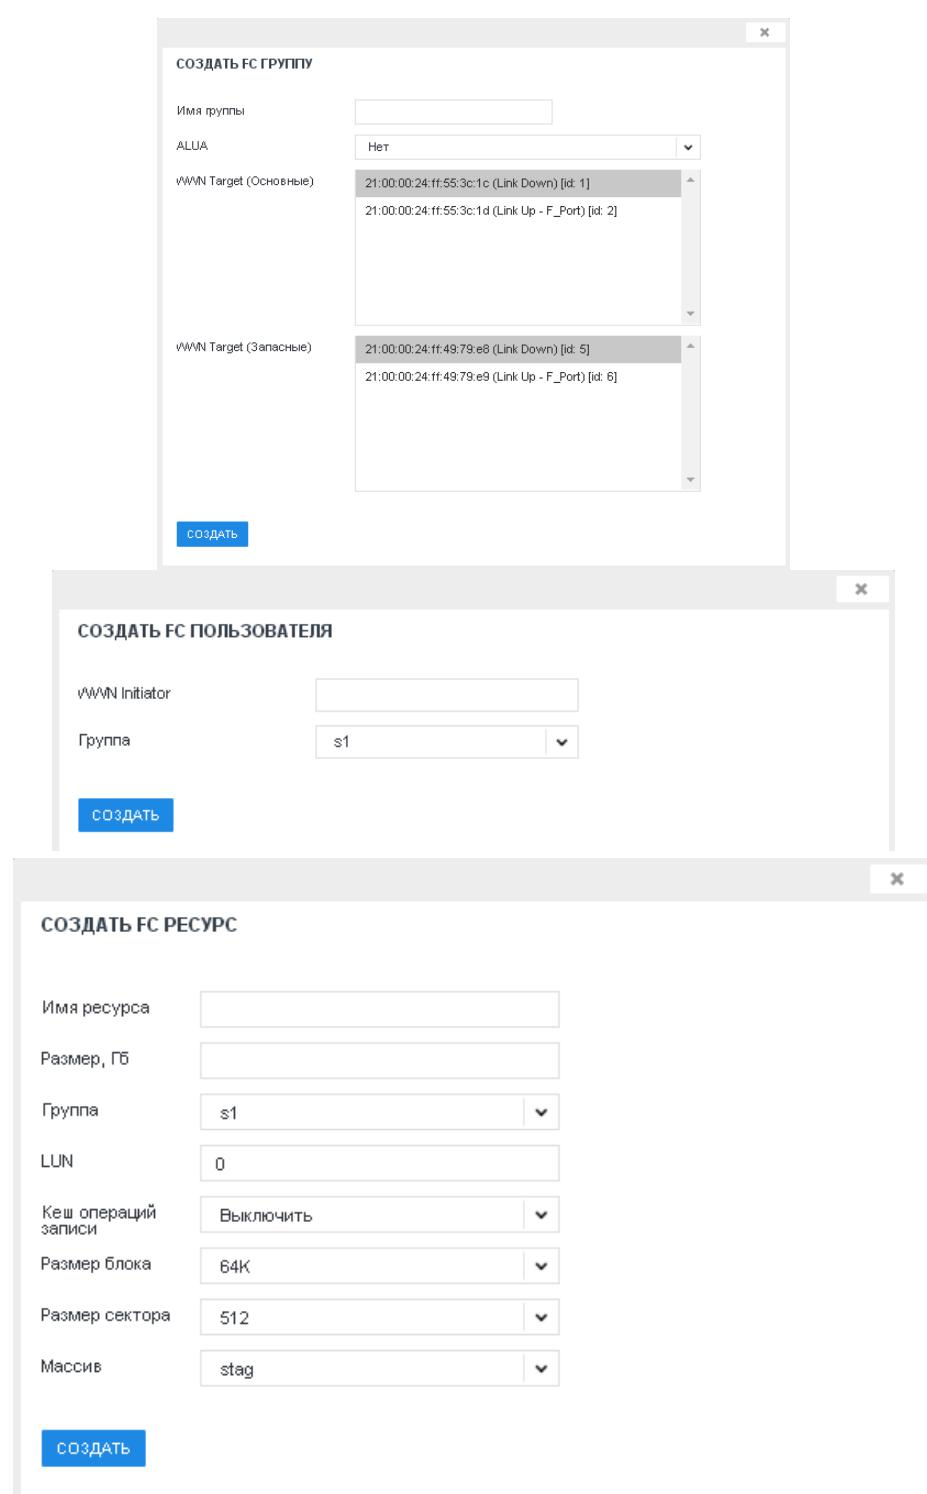

Рисунок 42 - Создание ресурса, группы и, затем, пользователя по протоколу Fibre Channel
- 2) Создать «Группу» или «Пользователя», которым будет доступен новый виртуальный диск, нажав на кнопку «Создать», расположенную выше соответствующих областей (см. Рисунок 42).